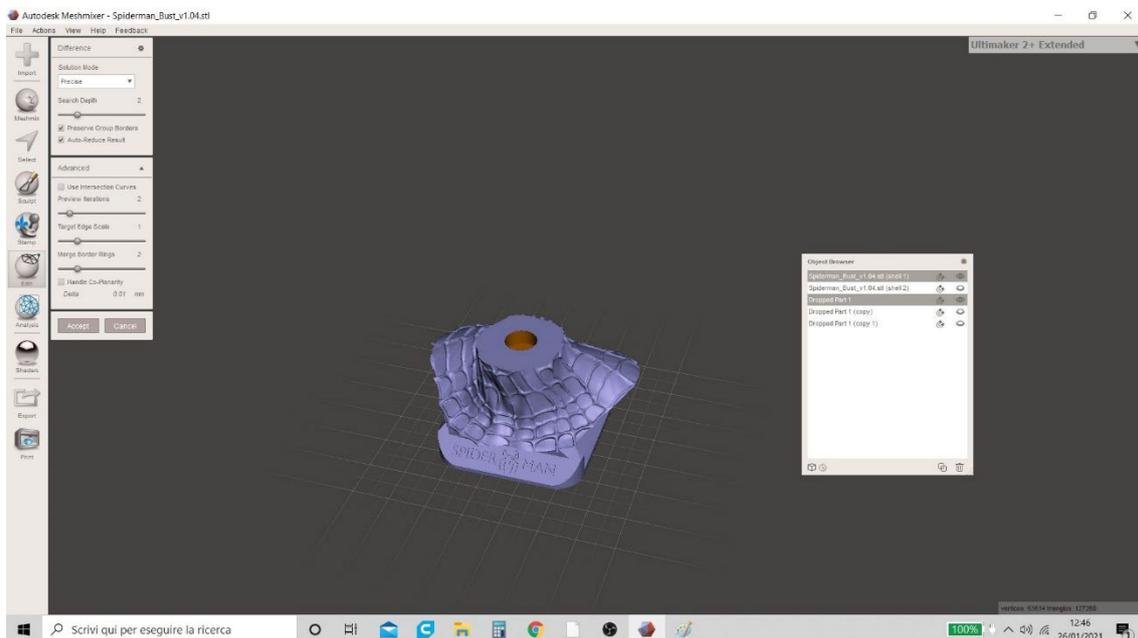

Figura 15 Meshmixer
8. La función "Diferencia booleana" permite al usuario ver el orificio en el modelo (Figura 15 Meshmixer) y genera una tabla emergente en la parte superior izquierda.